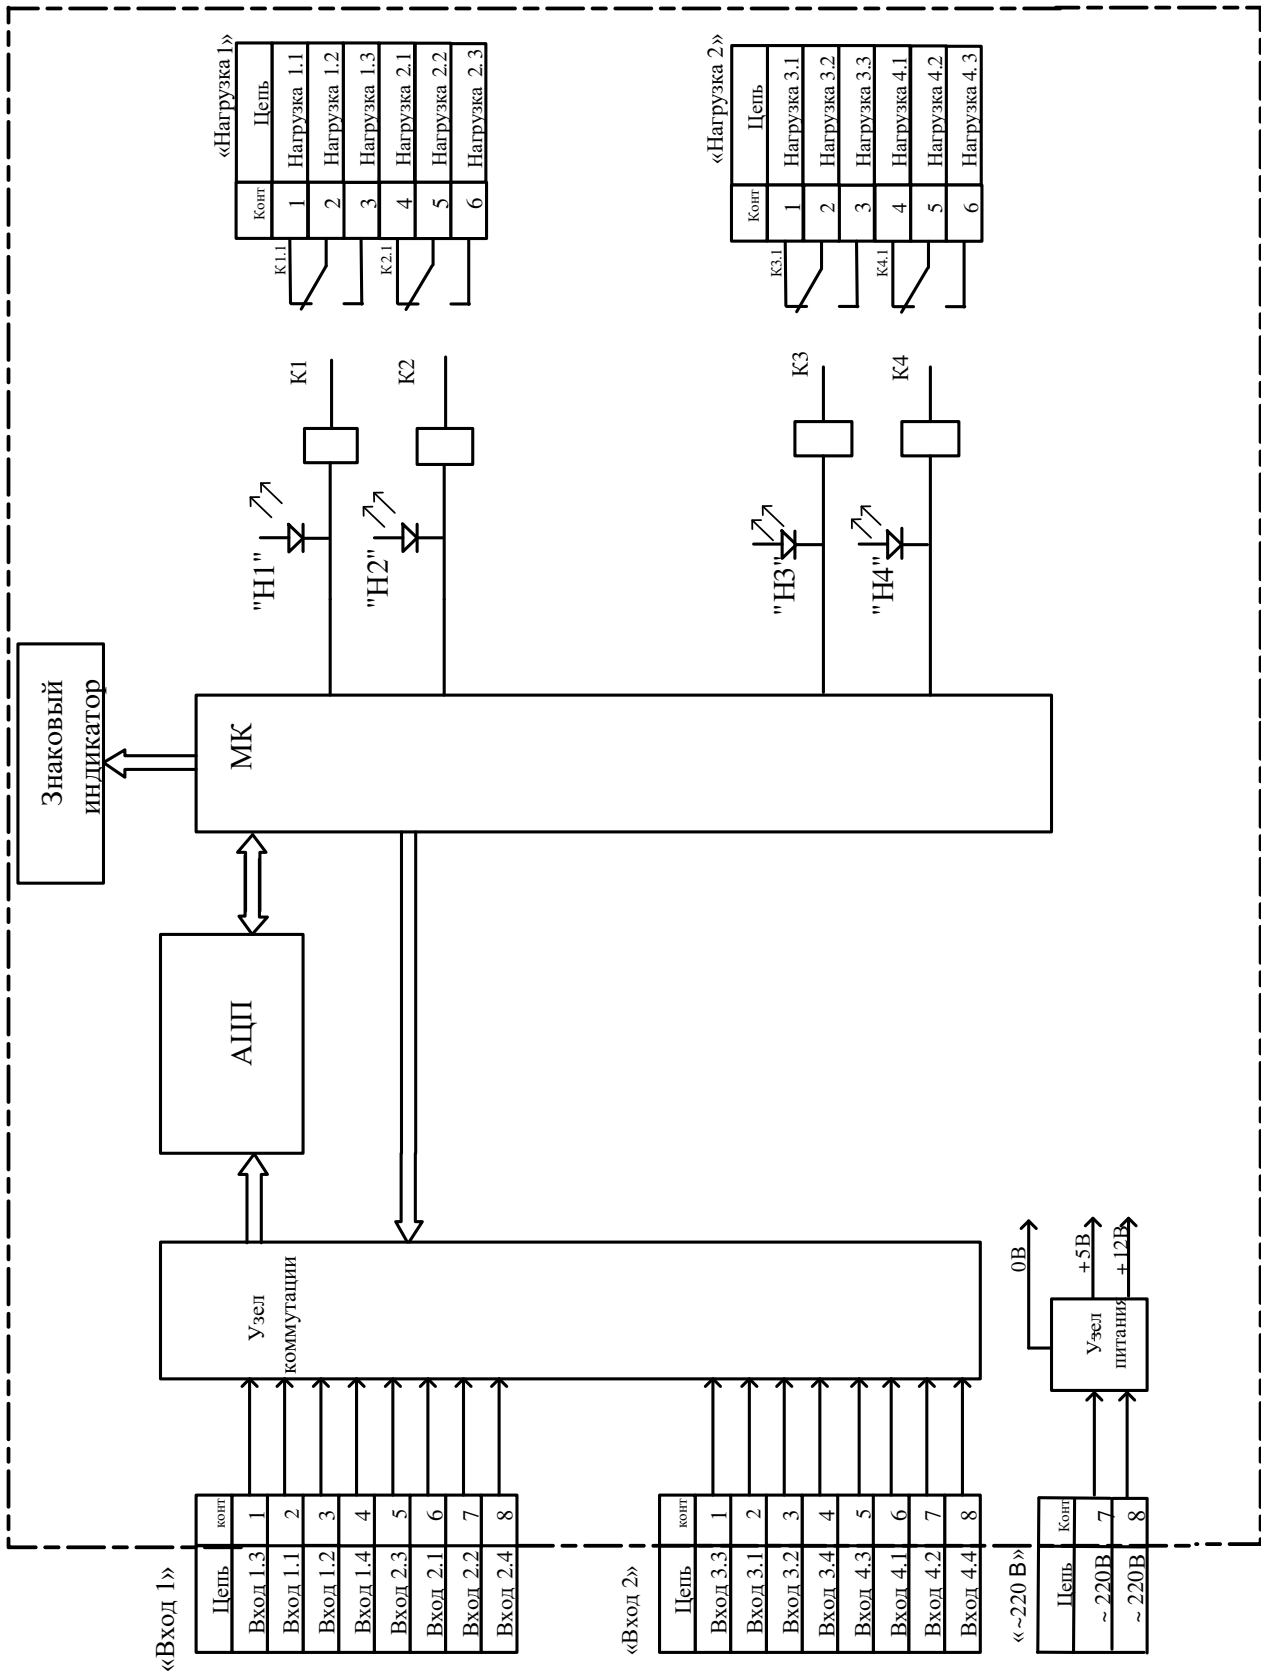

Рисунок 2 - Функциональная схема регулятора РТМ-4К
- «Нагрузка 1»; «Нагрузка 2» – для подключения проводов нагрузки (рисунок 2);